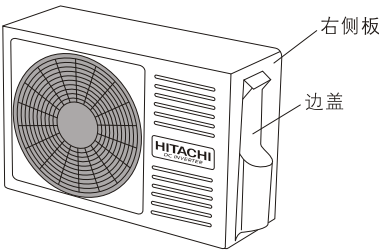

图23
(1) 将右侧板上边盖拆开。(如图23)
(2) 将截止阀的纳嘴与密封帽拆开。